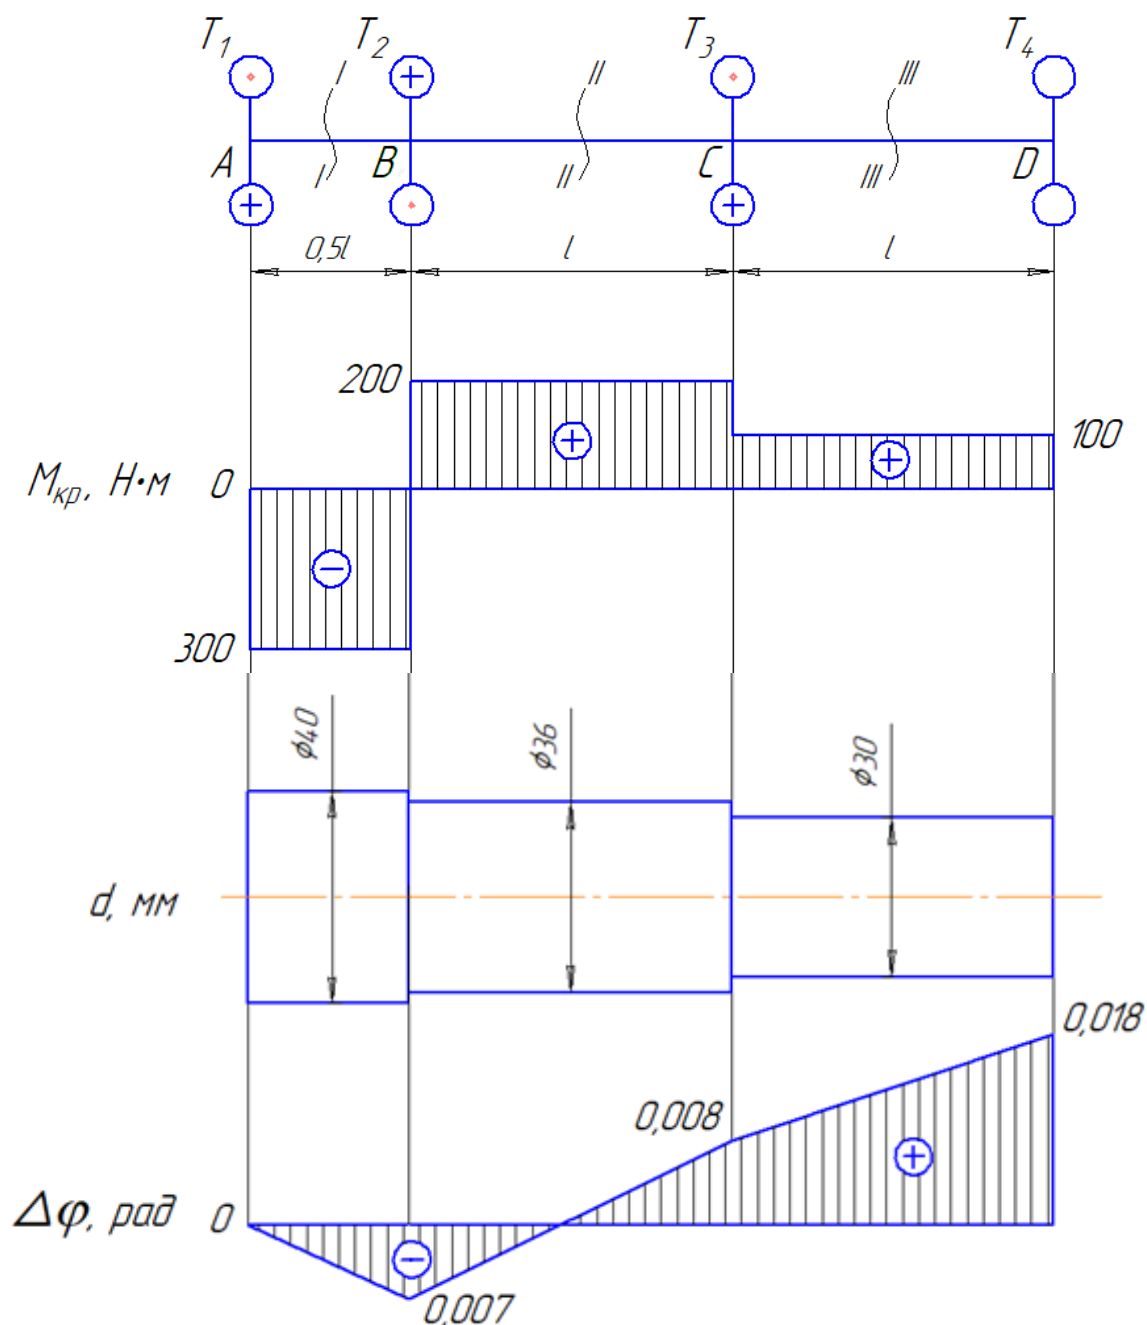

Рисунок 2. Схема нагружения вала, эпюры $M_{кр}$, ϕ и схема вала
Вал круглого поперечного сечения нагружен, как показано на рис. 2. Из условия прочности и жесткости определить диаметры поперечных сечений ступенчатого вала при условии, что мощности, передаваемые, соответственно 1, 2 и 3 шкивами: $P_1=6280$ Вт, $P_2=10467$ Вт, $P_3=2093$ Вт, частота вращения вала $n=200$ об/мин, допускаемый угол закручивания на единицу длины $[\theta]=1,75 \cdot 10^{-2}$ рад/м, допускаемое касательное напряжение $[\tau]=45$ МПа, модуль сдвига $0,8 \cdot 10^5$ МПа.
1. Вычертить схему с указанием числовых данных (рис. 2).
По полученным данным строим эпюру крутящих моментов $M_{кр}$, откладывая по вертикальной оси значения моментов. Положительные моменты откладываем вверх по осевой линии, отрицательные – вниз (см. рис.2).
В соответствии с расчетам на прочность и жесткость выбираем наибольшее значение диаметров для каждого участка и полученный результат округляем до ближайшего значения из ряда по ГОСТ 6636-69. В результате получим окончательные значения диаметров: $d_1^{\text{ГОСТ}} = 40 \text{ мм}$, $d_2^{\text{ГОСТ}} = 36 \text{ мм}$, $d_3^{\text{ГОСТ}} = 30 \text{ мм}$. Построим схему вала в масштабе по полученным размерам (см. рис. 2).